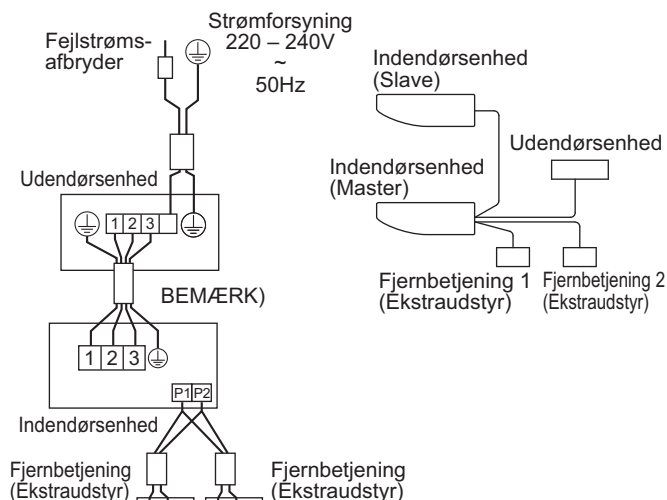

Fig. 36
- Styring ved hjælp af 2 fjernbetjening: 2 fjernbetjening styrer 1 indendørsenhed. (Se fig. 36)